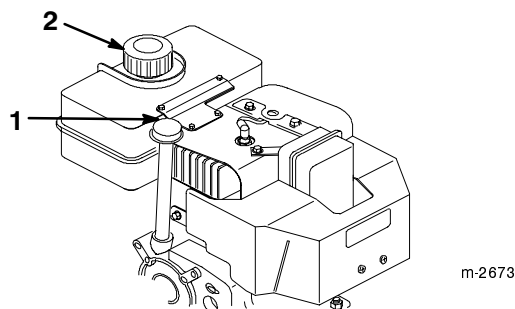

Figure 18
2. Nettoyez la surface autour de la jauge d'huile (Fig. 18).
3. Retirez la jauge du carter moteur (Fig. 18).
1. Nettoyez la surface autour du bouchon du réservoir d'essence (Fig. 18).